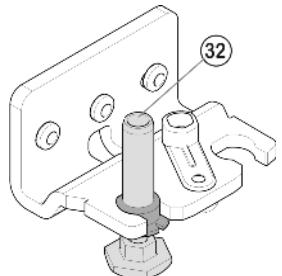

Fig. 8
- ▶ Снова слегка наклоните устройство назад и снова установите опорный палец Fig. 8 (32). Зазубрина должна быть расположена спереди.